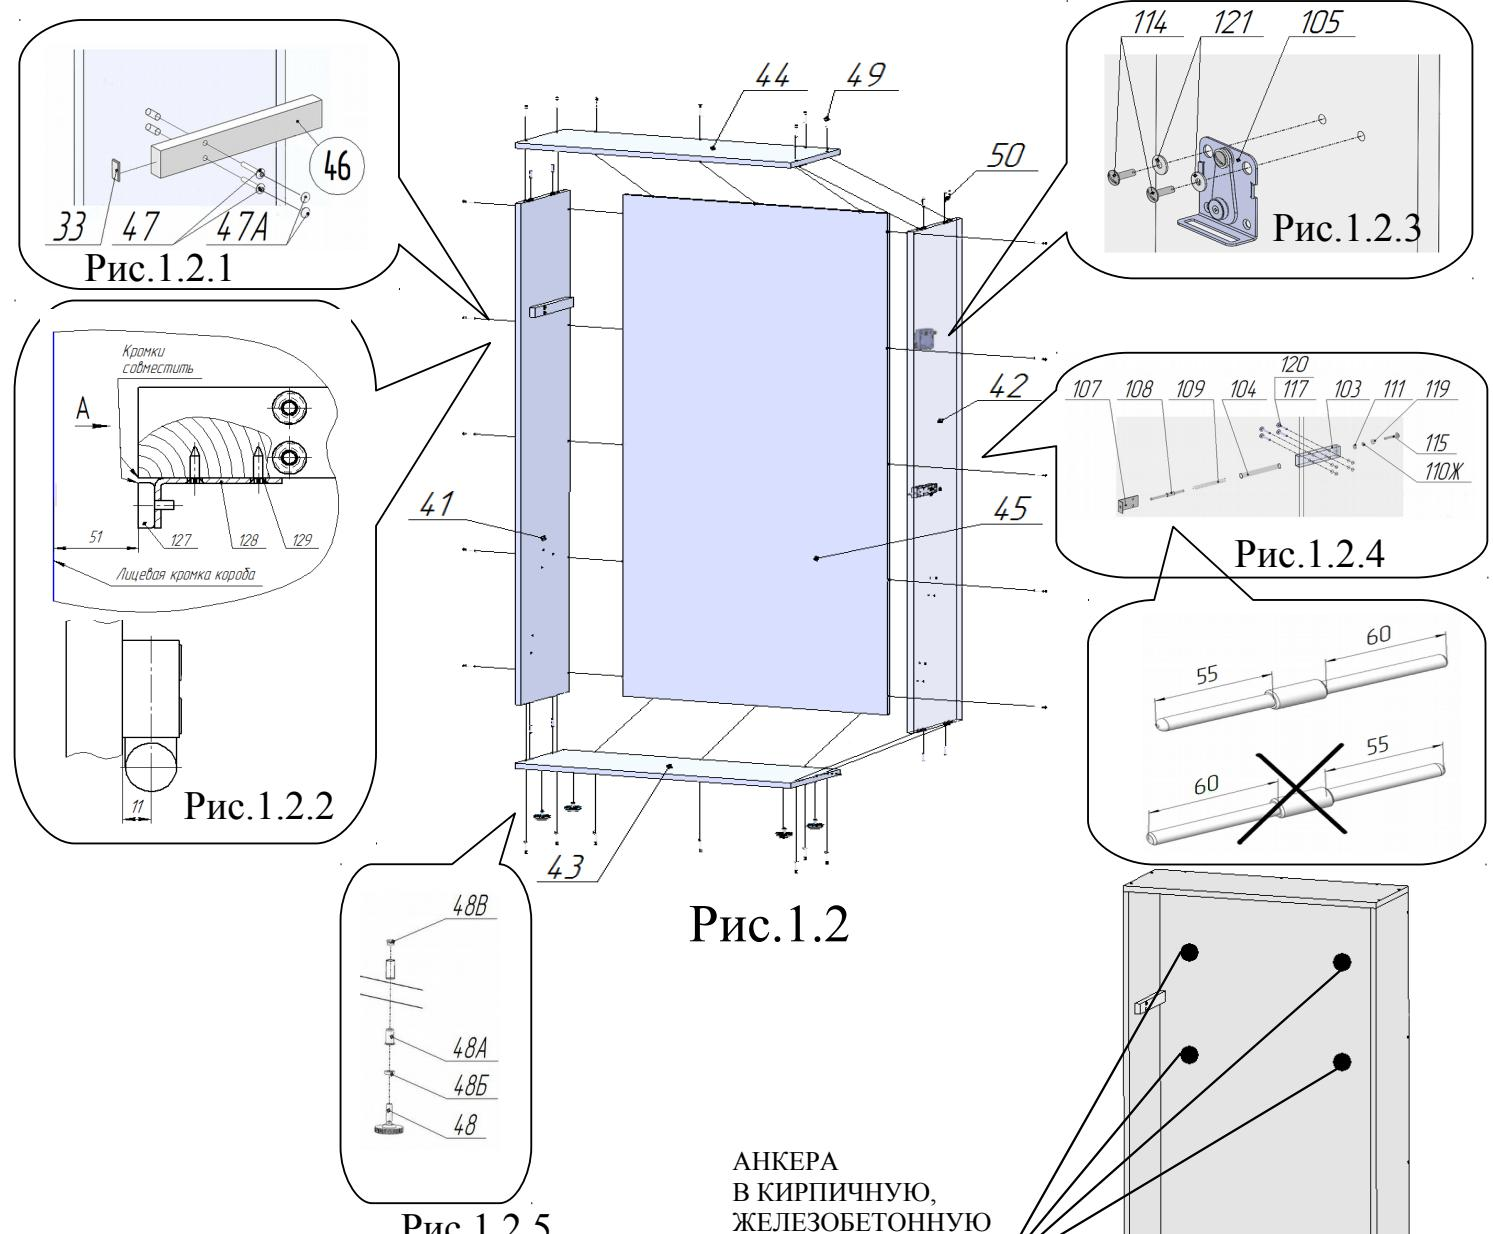

Рис.1.3
**СОБЛЮДАТЬ ВСЕ МЕРЫ ПРЕДОСТОРОЖНОСТИ ОТ СЛУЧАЙНОГО ПАДЕНИЯ, ВПЛОТЬ ДО ОКОНЧАТЕЛЬНОГО ЗАКРЕПЛЕНИЯ. Разметить отверстия для закрепления короба к стене комнаты в стенках задних поз.45 (в каждой не менее двух точек выше середины). КООРДИНАТЫ ТОЧЕК В СООТВЕТСТВИИ С РИС.28 или рис.1.3 .**
**ЗАКРЕПЛЕНИЕ ПРОИЗВОДИТЬ С ПОМОЩЬЮ АНКЕРНОГО КРЕПЕЖА ИЛИ ШУРУПОВ С ДЮБЕЛЯМИ К БЕТОННОЙ ИЛИ КИРПИЧНОЙ СТЕНЕ. ГЛУБИНА ВХОЖДЕНИЯ АНКЕРНОГО КРЕПЕЖА В ЖЕЛЕЗОБЕТОН ИЛИ КИРПИЧ НЕ МЕНЕЕ 100ММ (РИС.1.3 ИЛИ 28).**